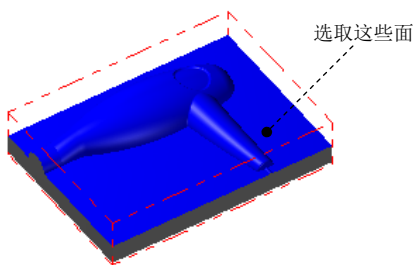

图 11.13.10 设置加工区域
Step2. 设置加工区域。在图形区中选择图 11.13.10 所示的面(共 19 个)，然后单击 **Enter** 键，系统弹出“刀具路径的曲面选取”对话框。单击 按钮，完成加工区域的设置，同时系统弹出“曲面粗加工等高外形”对话框。